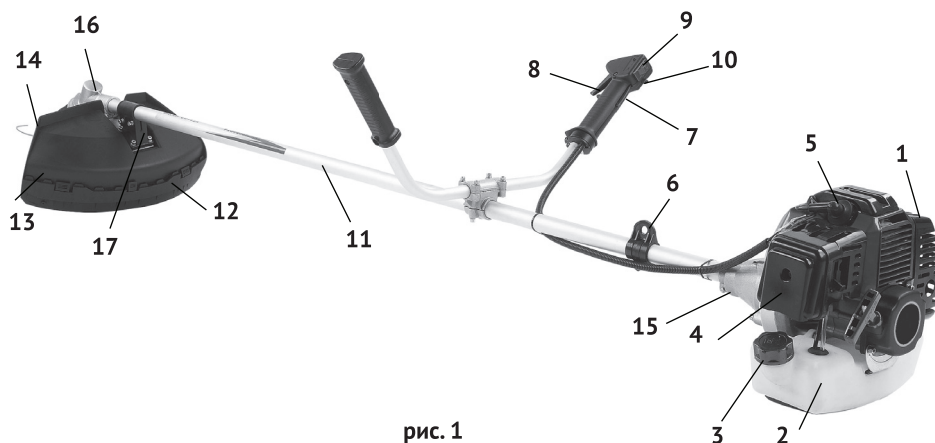

рис. 1
5.1 Общий вид бензокосы схематично представлен на рис.1